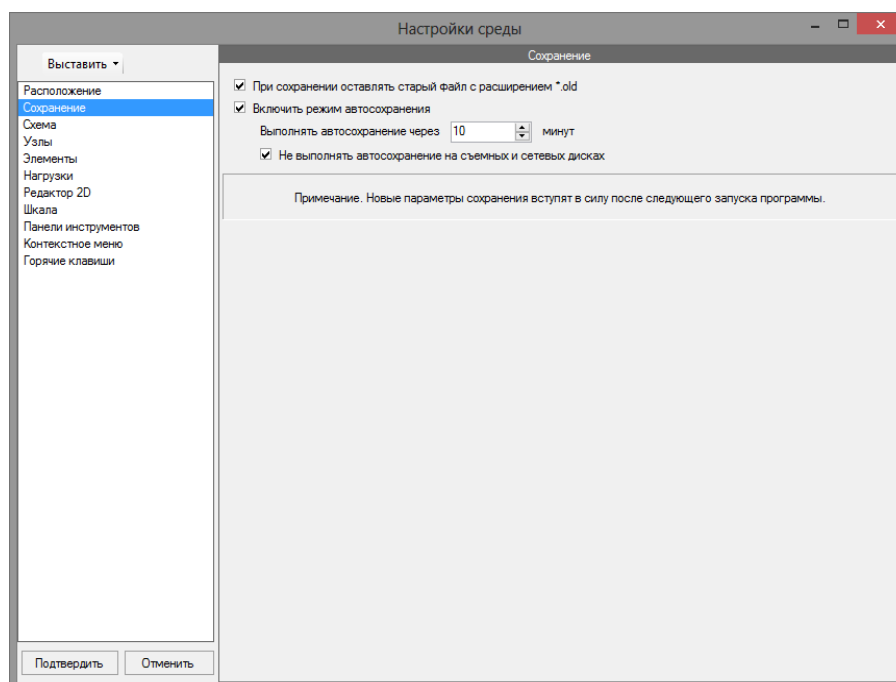

Рис. 2.9. Вкладка **Сохранение**
**Настройки рабочей среды** ⇨ вкладка **Сохранение** (рис. 2.9)